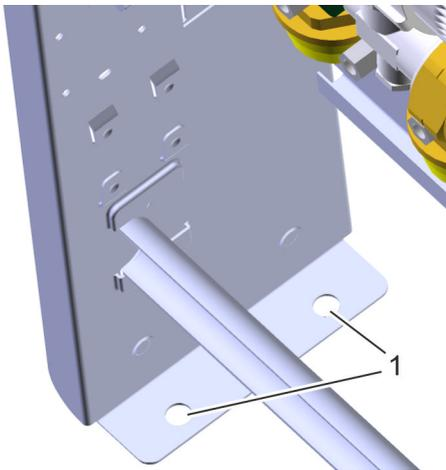

Abb. 37: Verschraubung am Boden
9. →  *In den Standfüßen sind je 2 Löcher (Abb. 37/1), die für die Verschraubung in den Boden vorgesehen sind.*